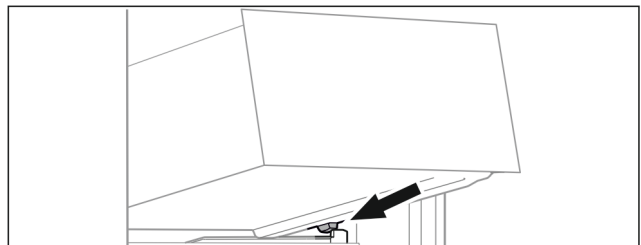

Fig. 167
- Placer le tiroir, en l'inclinant, derrière les butées sur la nervure de récipient. (voir Fig. 167)